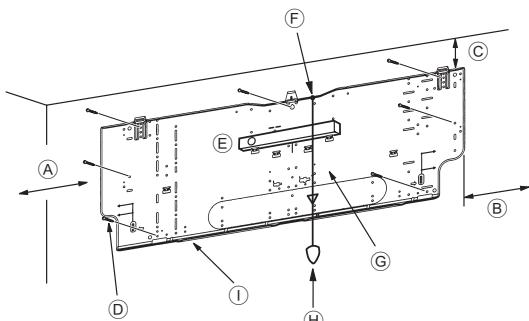
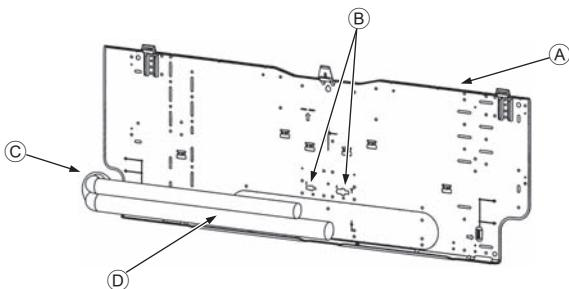

Fig. 3-4
Fig. 3-5
■ PKFY-P-VKM-E (Fig. 3-4)
- Ⓓ Tornillos de fijación (4 × 25) ②
- Ⓘ Placa de montaje ①
3.3. Cuando coloque los tubos en la pared (Fig. 3-5)
- Ⓐ Placa de montaje ①